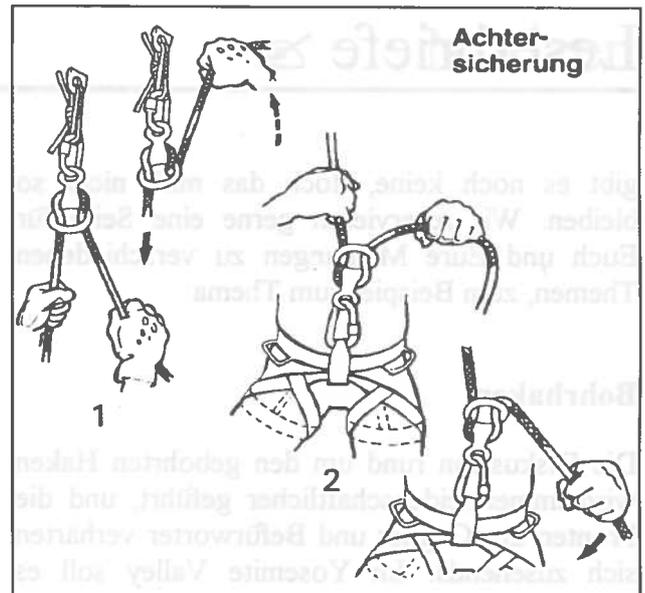

Abb. 5
- Die Bremskraft bei Sturzzugrichtung nach unten ist zu gering, nicht viel höher als bei einer einfachen Knicksicherung. Eine Bremskraftsteigerung ist nur durch bewußtes Manipulieren möglich, indem man die Bremshand nach oben führt (Abb. 5, 1). Erst die dadurch entstehende Seilwindung erhöht die Bremskraft auf ein vertretbares Maß. Steht der Sichernde am Boden und sichert über den Körper - typische Klettergartensituation - ist die Gefahr der Fehlbedienung nicht gegeben, da man im Reflex die Bremshand automatisch nach unten führt (Abb. 5, 2).